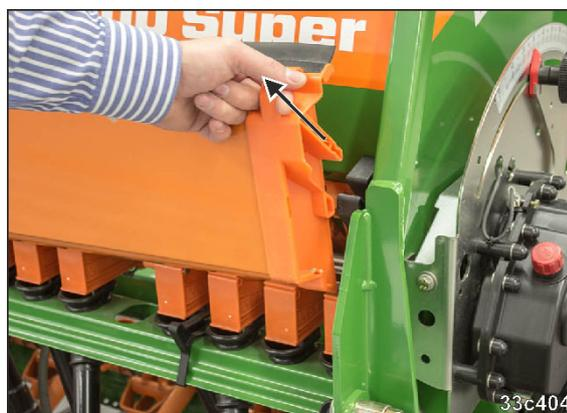

Рис. 135
1. Вытяните лотки для пробного высева (Рис. 135) из держателей. После настройки снова закрепите лотки в держателях.